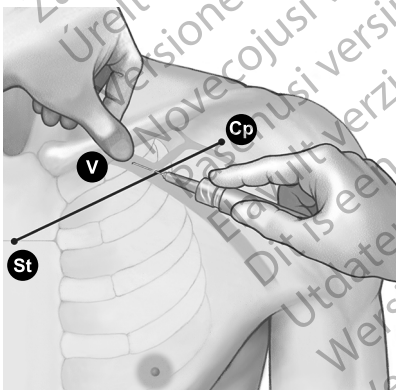

Figura 6. Ubicación del pulgar y entrada de la aguja
4. Oprima con el pulgar sobre el dedo índice y proyecte 1-2 centímetros por debajo de la clavícula para proteger el músculo subclavio de la aguja (cuando exista hipertrofia del músculo pectoral, el pulgar deberá proyectar unos 2 centímetros por debajo de la clavícula ya que el músculo subclavio estará también hipertrofiado) (Figura 6 Ubicación del pulgar y entrada de la aguja en la página 20).